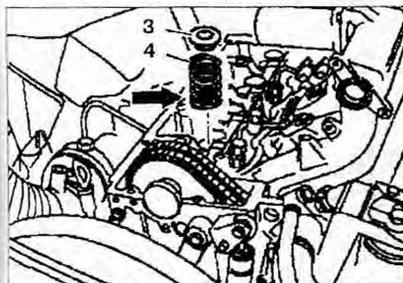

Рис. 2.20. Снимите верхний фиксатор пружины **3** и пружину **4**.
17. Снимите верхний фиксатор пружины **3** и пружину **4** (рис. 2.20).